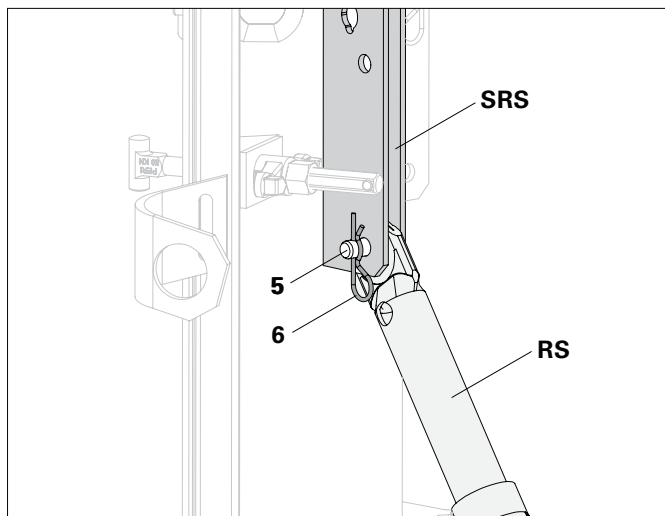

Fig. A7.04
Fissare il puntello (RS) tra le staffe (SRS) della cassaforma per pilastri circolari SRS con perno (5) e inserto a molla (6). (Fig. A7.04)